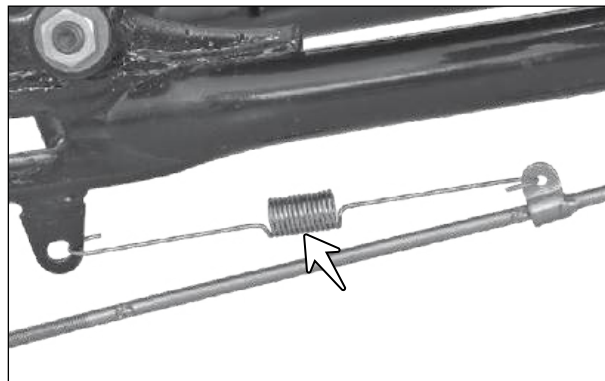

Fig. 6.82
- Desconecte a mola de retorno da haste do freio traseiro (seta) do conjunto do braço oscilante. (Fig. 6.82)